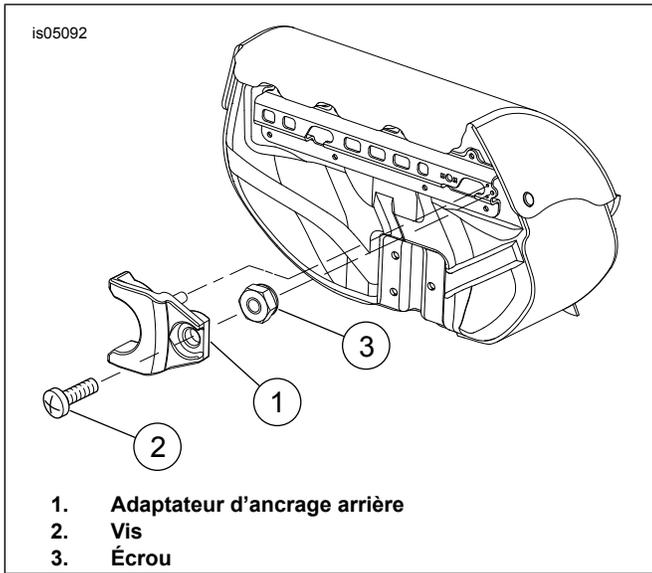

Figure 1. Installer l'adaptateur d'ancrage arrière
1. Voir Figure 1. Introduire l'adaptateur d'ancrage arrière (1) dans les trous du support de sacoche et l'immobiliser.
2. Installer l'adaptateur d'ancrage arrière à l'aide de la vis (2) et de l'écrou (3). Bien serrer.